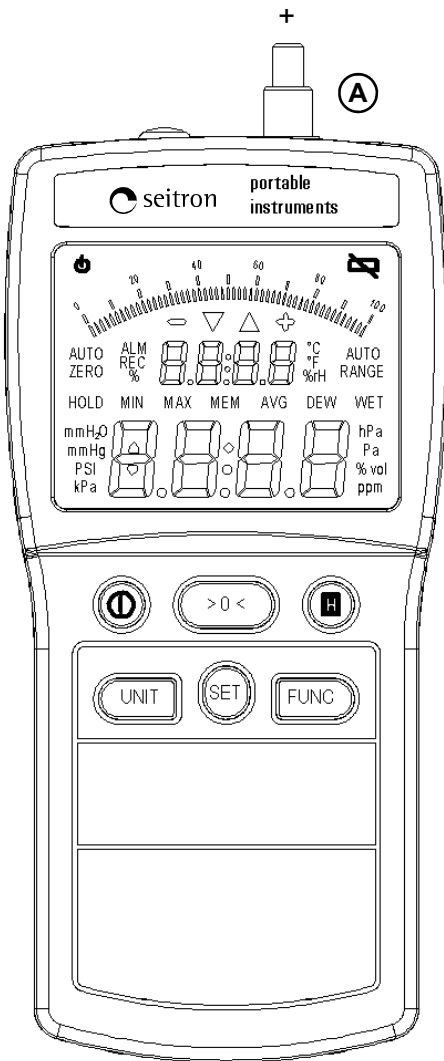

Fig. 1: Aspetto esteriore.
- Connettere il tubo in silicone fornito in dotazione all'ingresso dello strumento (A di Fig. 1).
Il tasto '> 0 <' attiva la procedura di autozero. Durante l'autozero il 'Pressotest 300' campiona la pressione presente in ingresso e la assume come valore di zero per le successive misure. L'ingresso dello strumento (A di Fig. 1) deve trovarsi libero alla pressione atmosferica.